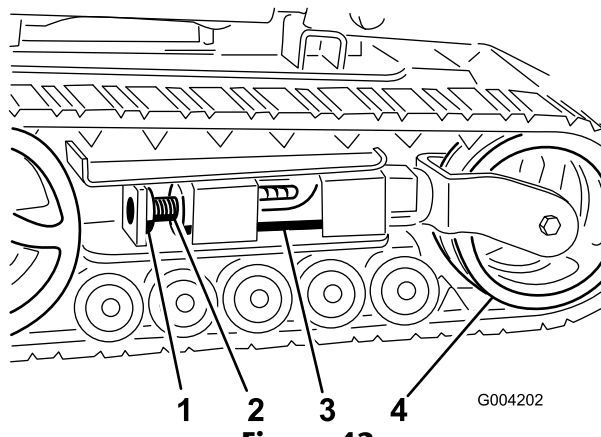
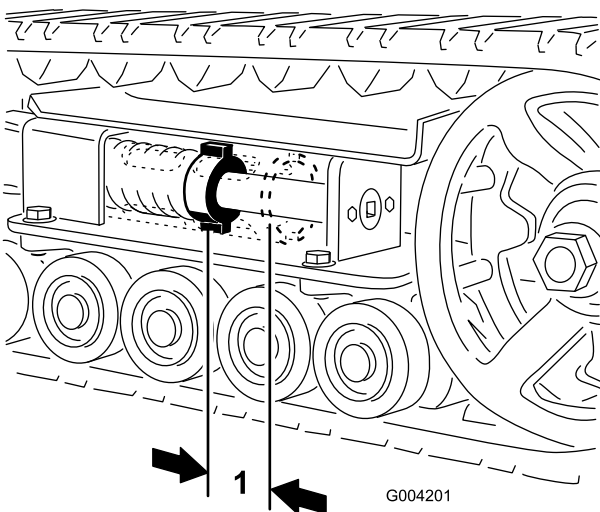
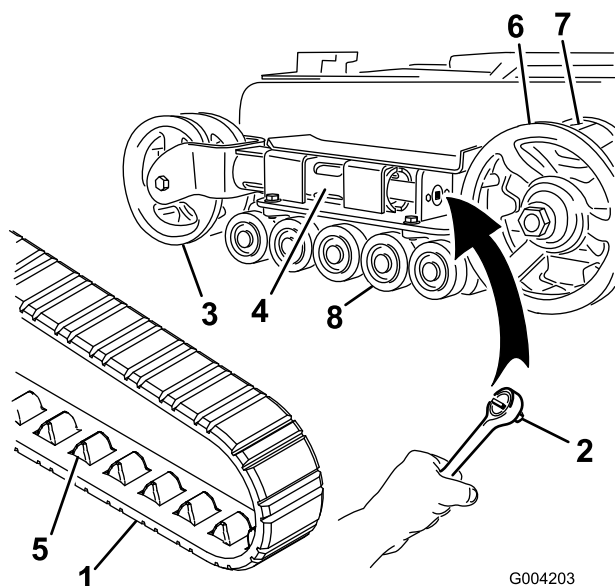
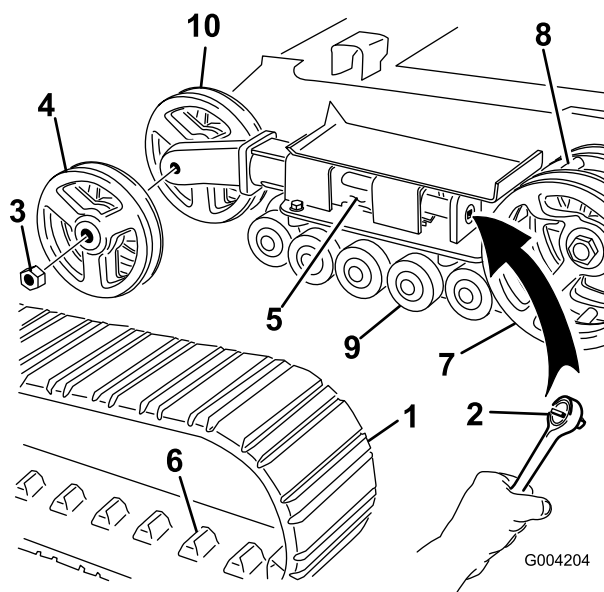

Figura 42
Figura 41
Figura 43
Figura 44
Controllare e regolare la tensione dei cingoli dopo le prime 50 ore di funzionamento, dopodiché ogni 100 ore. Deve esserci uno spazio di 7 cm tra il dado di tensionamento e la parte posteriore del tubo di tensionamento (Figura 41). In caso contrario, regolare la tensione dei cingoli eseguendo la procedura di seguito riportata:
3. Togliere il bullone di bloccaggio e il dado (Figura 42).
4. Utilizzando una chiave a tubo da 1/2 pollice (Figura 43), girare la vite di tensione in senso antiorario fino a portare la distanza tra il dado di tensione e la parte posteriore del tubo di tensione (Figura 41) a 7 cm.
5. Allineare l'incavo più vicino della vite di tensione al foro del bullone di bloccaggio e fissare la vite con il bullone di bloccaggio e il dado (Figura 42).
4. Utilizzando una chiave a tubo da 1/2 pollice, scaricare la tensione girando la vite di tensione in senso orario (Figura 42 e Figura 43).
5. Spingere la ruota di tensione verso il retro dell'unità in modo da spostare il tubo della forcella contro il telaio (Figura 43) (se non riesce a toccare il telaio, continuare a girare la vite di tensione fino ad ottenere il contatto).
7. Dopo avere liberato il cingolo dalla ruota di tensione, toglierlo dalla ruota conduttrice e dalle ruote non motrici (Figura 43).
8. Avvolgere il nuovo cingolo iniziando dalla ruota conduttrice e controllando che i denti del cingolo si alloggino tra i distanziali della ruota stessa (Figura 43).
9. Spingere il cingolo sotto e tra le ruote non motrici (Figura 43).
11. Girare la vite di tensione in senso antiorario fino a portare la distanza tra il dado di tensione e la parte posteriore del tubo della forcella (Figura 41) a 7 cm.
4. Utilizzando una chiave a tubo da 1/2 pollice, scaricare la tensione girando la vite di tensione in senso orario (Figura 42 e Figura 44).
5. Spingere la ruota di tensione verso il retro dell'unità in modo da spostare il tubo di tensione contro il telaio (Figura 44) (se non
6. Togliere il dado di fissaggio della ruota di tensione esterna e rimuovere la ruota (Figura 44).
7. Togliere il cingolo (Figura 44).
8. Togliere il dado di fissaggio della ruota di tensione interna e rimuovere la ruota (Figura 44).
12. Montare la ruota di tensione interna e fissarla con il dado tolto in precedenza (Figura 44).
14. Montare il nuovo cingolo, accertandosi che gli attacchi del cingolo si inseriscano tra i distanziali al centro della ruota conduttrice (Figura 44).
15. Montare la ruota di tensione esterna e fissarla con il dado tolto in precedenza (Figura 44).
17. Girare la vite di tensione in senso antiorario fino a portare la distanza tra il dado di tensione e la parte posteriore del tubo di tensione (Figura 41) a 7 cm.